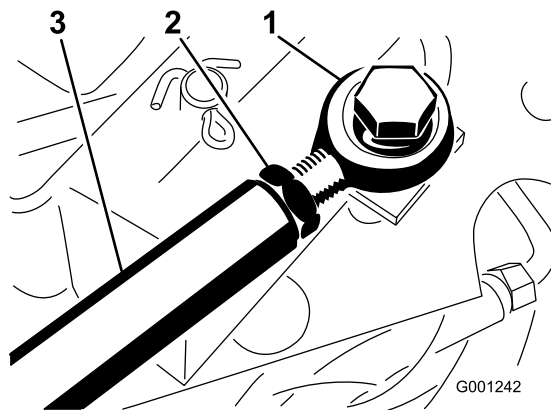

Figure 82
Si un autre réglage est nécessaire, réglez la tige de commande de déplacement (Figure 82) comme suit :
2. Desserrez l'écrou de blocage qui fixe l'extrémité tige à la tige de commande de déplacement (Figure 82).
4. Serrez l'écrou de blocage (Figure 82) et fixez l'extrémité de la tige à la pédale de déplacement avec le boulon et l'écrou retirés pour bloquer l'angle de la pédale.